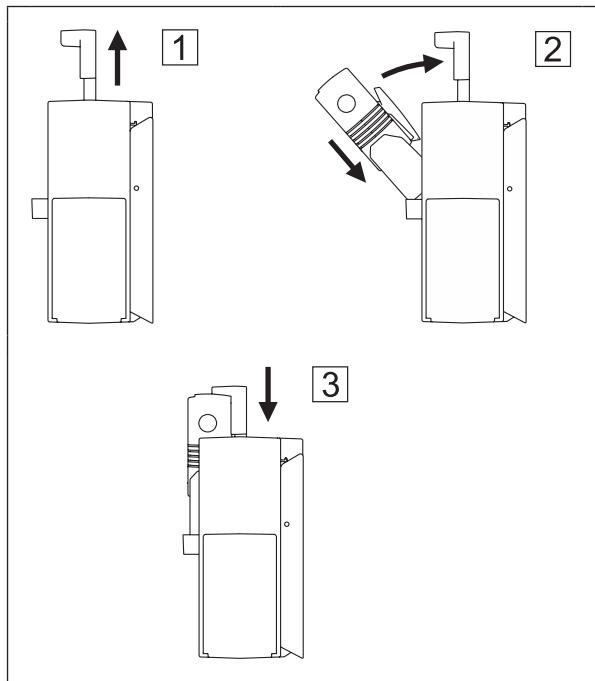

Fig. 14: Mise en place de l'appareil dans le système de vérification (système de vérification représenté sans étuis)
1. Tirez le dispositif de blocage vers le haut jusqu'à la butée (fig. 14 [1]).
2. Placez l'appareil dans le logement de l'appareil, arête inférieure avant en premier. Inclinez l'appareil vers l'arrière (fig. 14 [2]).
3. Poussez entièrement le dispositif de blocage vers le bas (fig. 14 [3]).